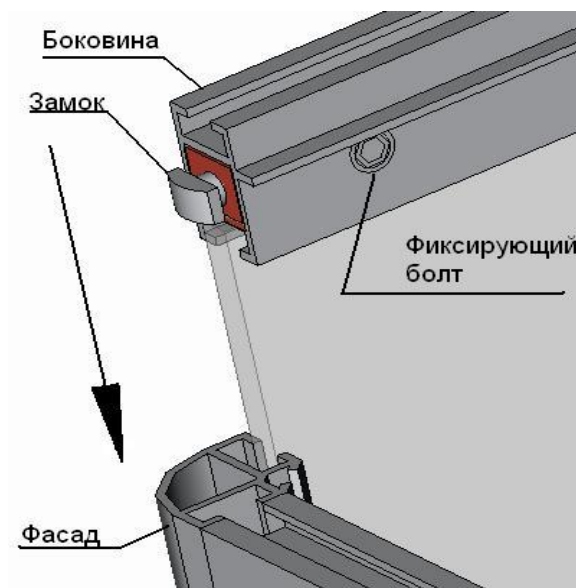

Рисунок 2
- г) элементы экрана зафиксировать с помощью болтом (рисунок 2);